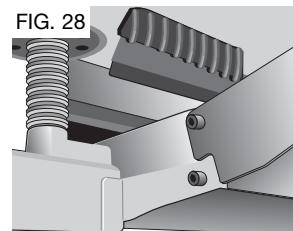

FIG. 28
- Installer la vis hex la plus petite dans le trou fileté inférieur sur le côté de la base. Utiliser le tourne-à gauche pour bien serrer la vis (fig. 28).
- Enfoncer la goupille hex supérieure jusqu'à ce qu'elle affleure la base et faire glisser l'orifice supérieur de la table sur la goupille, puis relâcher la goupille pour permettre l'enclenchement (fig. 28, 29).